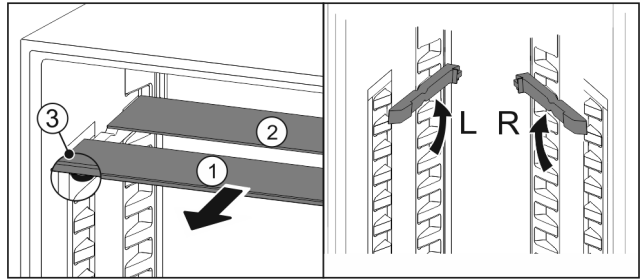

Fig. 173
- Glasplatten einzeln nach vorne herausziehen Fig. 173 (1).
- Glasplatte Fig. 173 (1) mit Zierleiste liegt vorne.
- Stopps Fig. 173 (3) zeigen nach unten.